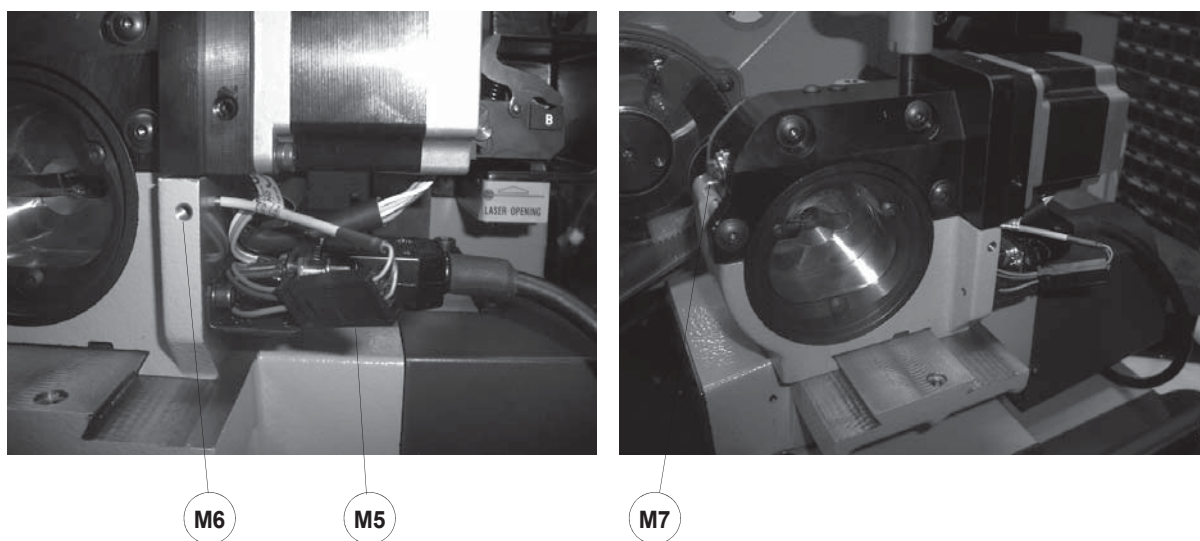

Fig. 145
- 4) disconnect the sensor connector (M5) (fig. 145).